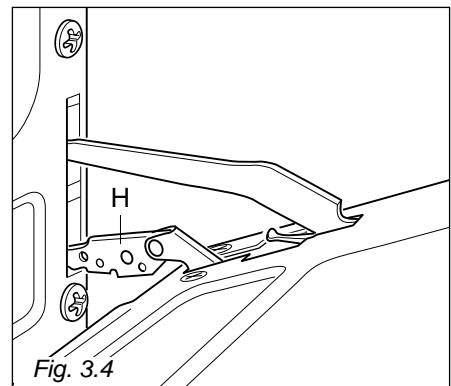

Fig. 3.4
- Empunhe a porta com as mãos perto das dobradiças e levante com os índices as alavancas "H" (Fig. 3.4).